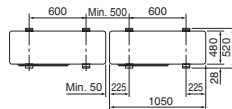

Fig. 3-1
- Sørg for å montere enheten på et solid, plant underlag. Det vil forhindre klappelyder under drift. (Fig. 3-1)